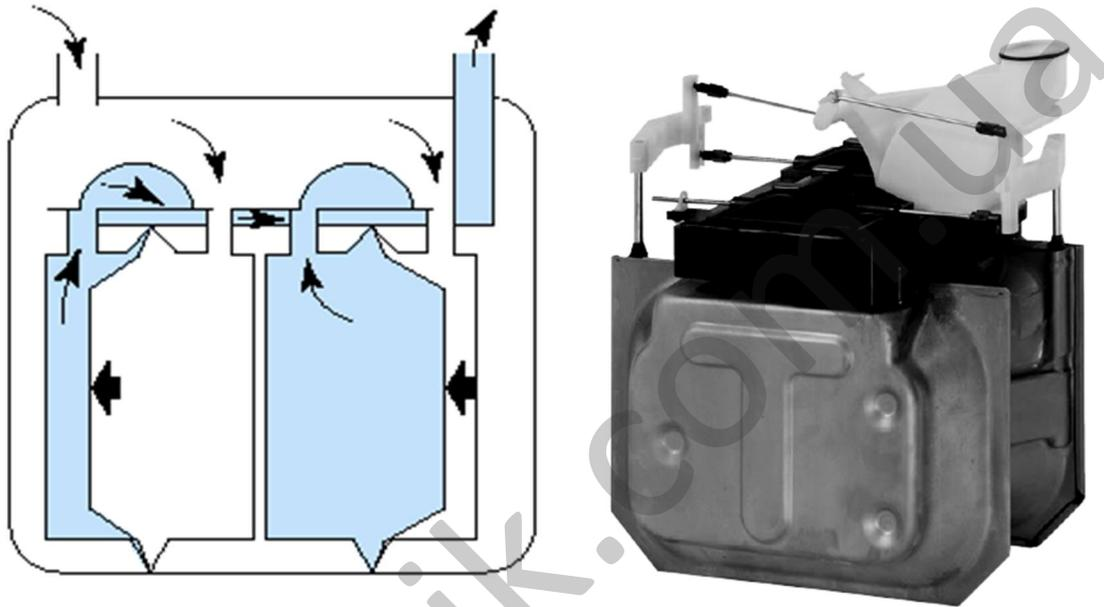

Рисунок 2. Измерительный механизм счетчика
4.2 Поток газа создает перепад давления между входом и выходом счетчика и приводит в движение мембраны измерительного механизма (см. Рис. 2). Возвратно-поступательное движение мембран с помощью кинематической передачи преобразуется во вращательное движение выходного вала, которое передается на отсчетное устройство посредством магнитной муфты. Отсчетное устройство указывает объем газа, который прошел через счетчик.